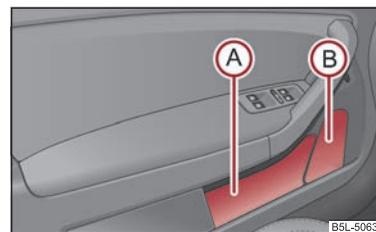

Fig. 94 Scomparto nelle porte anteriori
Nella zona (B) ⇒ fig. 94 dello scomparto nelle porte anteriori e posteriori si trova un portabottiglie.
Per non compromettere il raggio d'azione degli airbag laterali, utilizzare la zona **(A)** ⇒ pag. 85, fig. 94 dello scomparto esclusivamente per riporvi oggetti che non fuoriescono. ■